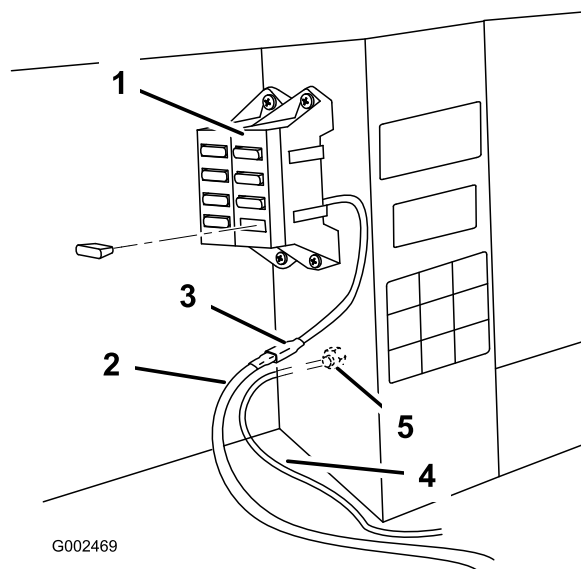

Figura 22
2. Conecte el anillo del cable negro al perno de tierra (Figura 22).